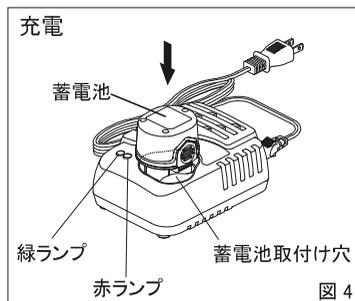

図 4
- ③ 充電器の蓄電池取付け穴に蓄電池を取付けます。しっかり奥まで差し込んでください(図4)。赤ランプが点灯し充電が始まります。約55分で緑ランプが速く点滅します。(80%充電完了) 緑ランプが点灯すると100%充電完了です。充電時間は約70分です。